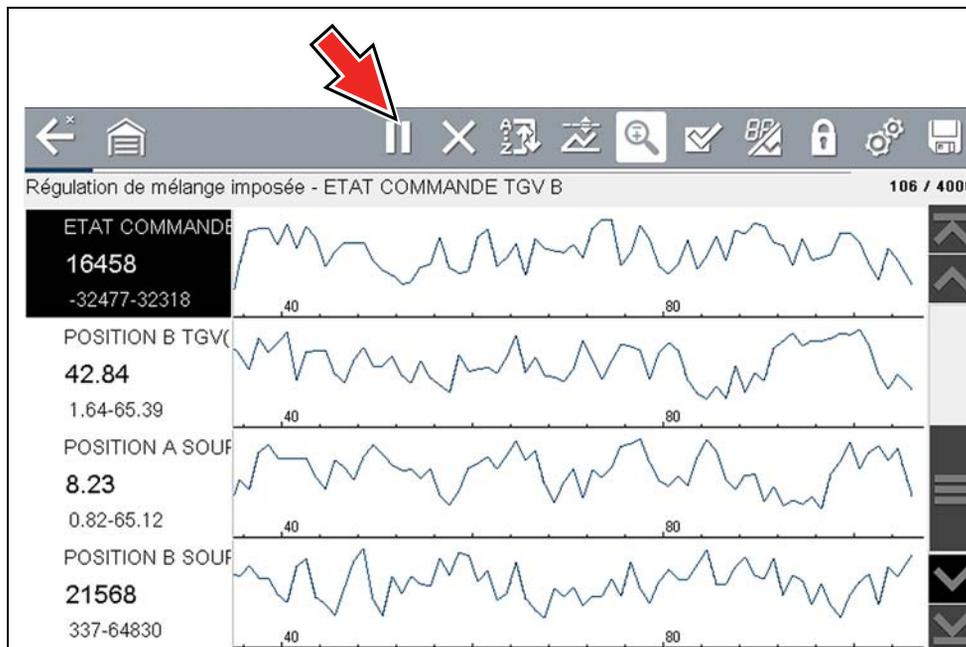

Figure 4-34
1. Pendant la collecte des données, sélectionnez l'icône **Pause** (Figure 4-34).